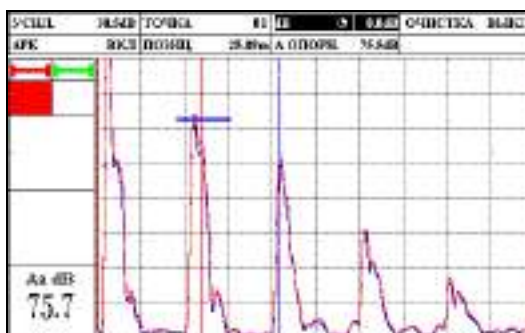

Рисунок 2.47 – Установка уровня ослабления сигнала второй точки
12. Уровень ослабления «dB» установить таким образом, чтобы кривая АРК опустилась до пика второго отражателя (рис. 2.47).